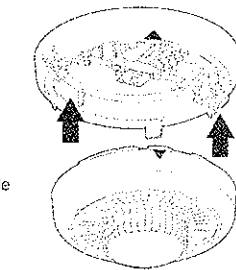

Fig 3.
- Houd de pijlen op de montageplaat en de zijkant van de rookmelder (zie fig. 3) tegenover elkaar en klik de melder voorzichtig vast op de montageplaat (u hoort een klik).